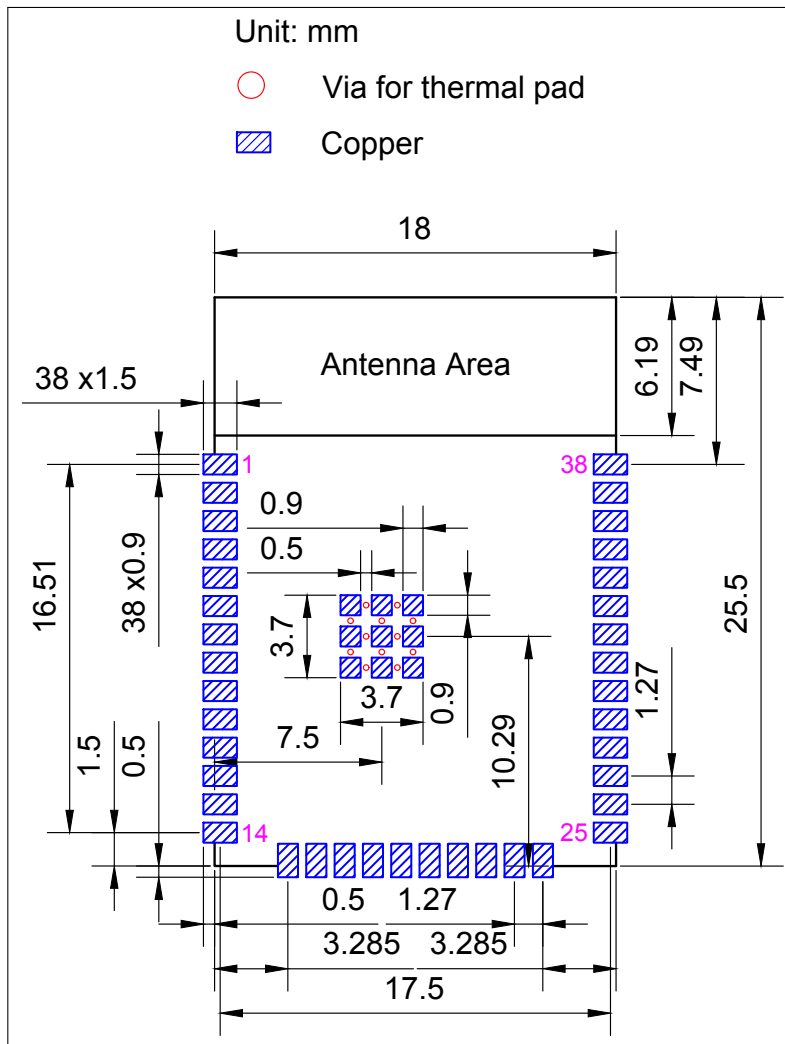
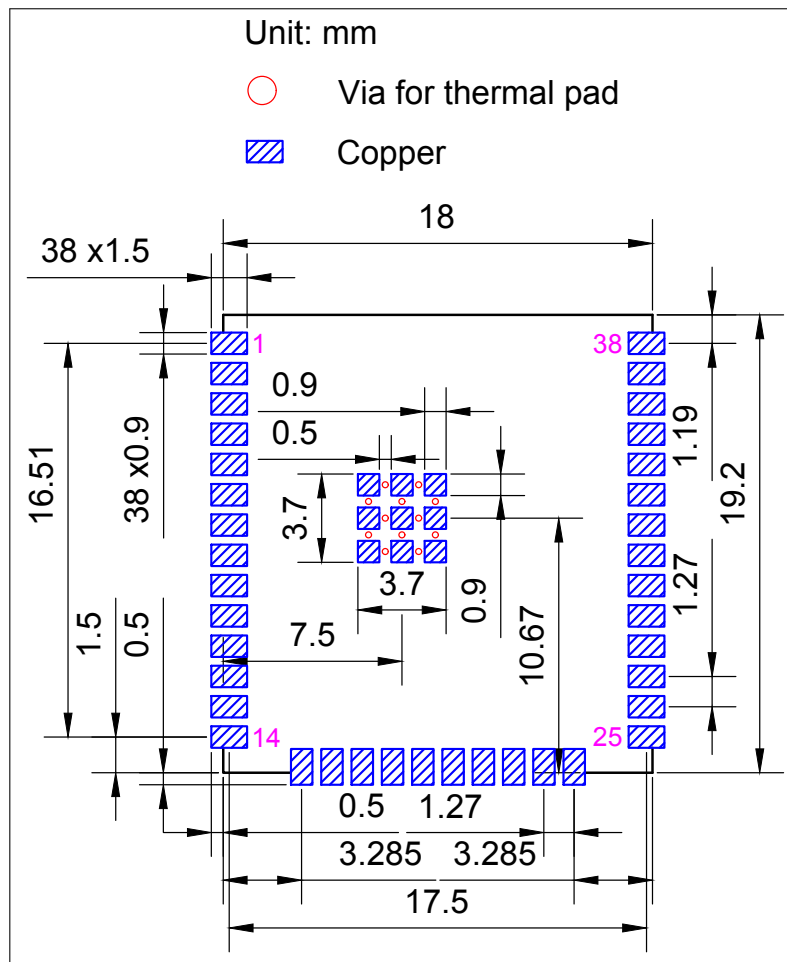

图 12: ESP32-WROOM-32E 推荐 PCB 封装图形
图 13: ESP32-WROOM-32UE 推荐 PCB 封装图形
- 推荐 PCB 封装图，标有 PCB 设计所需的全部尺寸。详见图 12 *ESP32-WROOM-32E 推荐 PCB 封装图形* 和图 13 *ESP32-WROOM-32UE 推荐 PCB 封装图形*。
- 推荐 PCB 封装图的源文件，用于测量图 12 和 13 中未标注的尺寸。您可用 Autodesk Viewer 查看 ESP32-WROOM-32E 和 ESP32-WROOM-32UE 的封装图源文件。